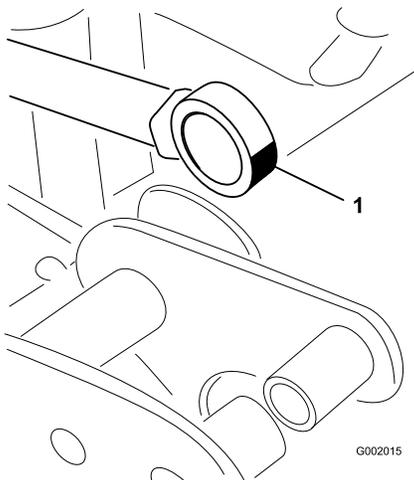

Figura 70
5. Rode o rolamento da extremidade da barra e aplique massa lubrificante no rolamento (Figura 70).